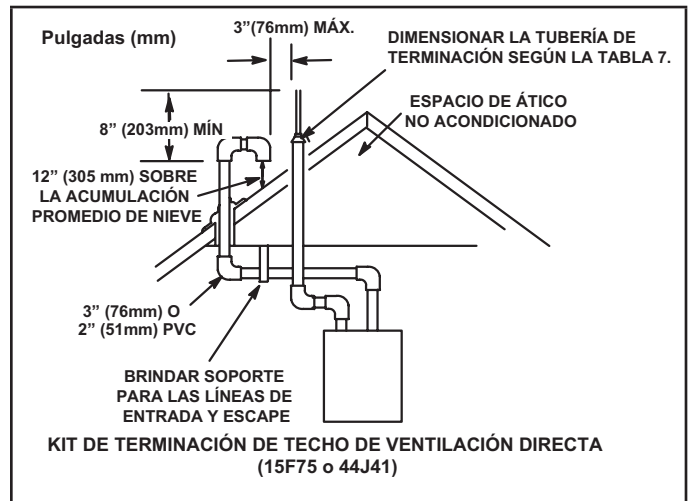
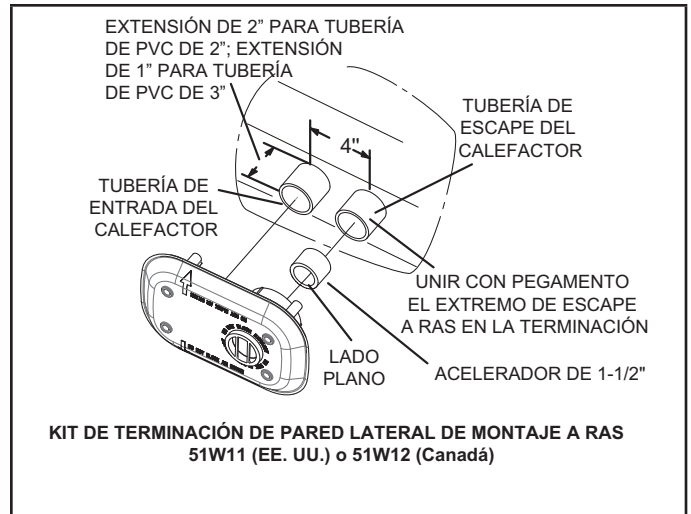

FIGURA 28
FIGURA 33
Las tuberías de entrada y de escape se pueden tender ya sea horizontalmente a través de una pared exterior o verticalmente a través del techo. En instalaciones en un ático o clóset, se prefiere la terminación vertical a través del techo. La FIGURA 28 a la FIGURA 33 muestran terminaciones típicas.
- 3 - En las terminaciones de techo, la tubería de entrada debe terminar recta hacia abajo usando dos codos de 90° (ver la FIGURA 28).